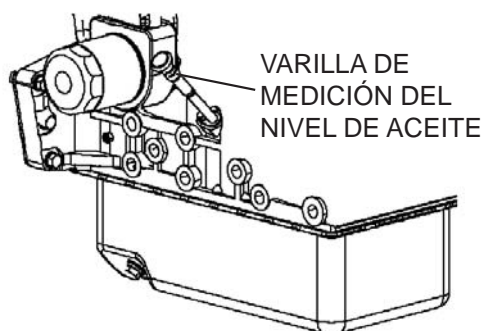

Figura 11. Ubicación de la varilla de medición del nivel de aceite del motor
2. Quite la varilla de medición de nivel de aceite del motor de su portador (Figura 11).